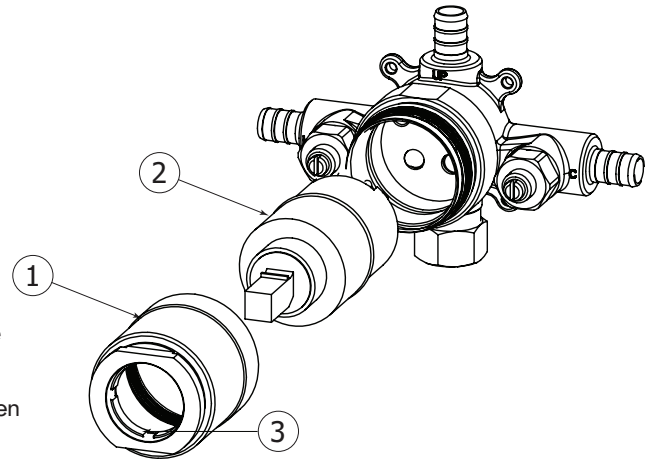

Fig.6
Unscrew the cartridge holder (1) and remove the protective plug. Fig. 6. Make sure the "top" brass spacer remains in place (3). Insert the cartridge (2) into the valve body as shown. Fig.6. Make sure its guiding lugs line-up with the corresponding openings in the rough. Push the cartridge until its surrounding O-ring is firmly engaged. Reinstall the cartridge holder (1). DO NOT OVERTIGHTEN.
Dévisser le manchon de la valve (1) et retirer le capuchon protecteur. Fig. 6. Assurez-vous de ne pas perdre l'anneau métallique monté sur le dessus (3). Insérer la cartouche (2) dans la valve telle qu'illustré. Fig. 6 Utiliser les 2 projections en dessous comme guide pour l'orienter correctement. Enfoncer la cartouche, jusqu'à ce que le joint thorique du pourtour soit fermement engagé dans la base. refermer la valve à l'aide du manchon. NE PAS TROP SERRER.